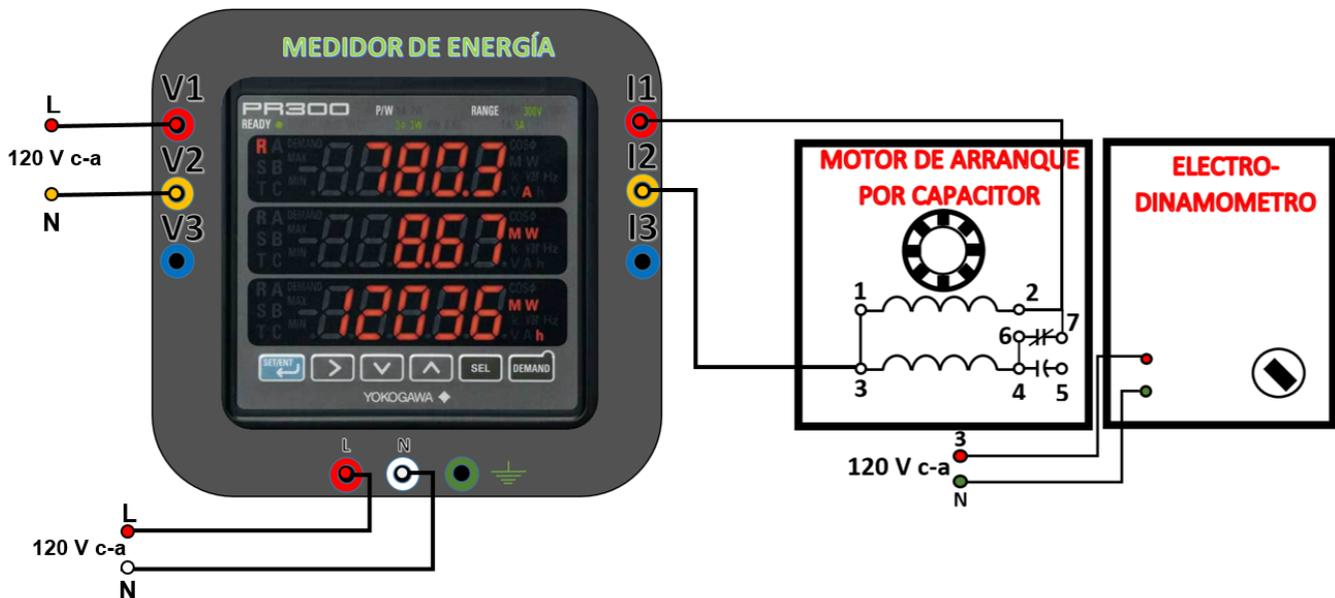

Figura 9.1
9.1. Arme el circuito de la figura 9.1.